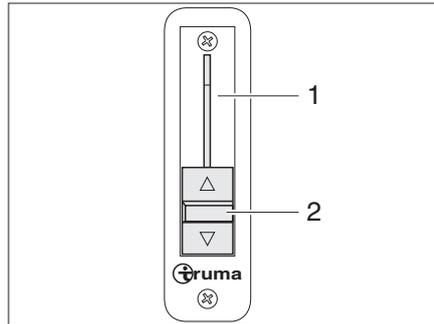

Bild 16 Strangsperr
Der Schieberegler (Bild 16,2) für die Strangsperr (Bild 16,1) befindet sich links außen am Armaturenbrett.
*Strangsperr schließen:* ■ Hebel (Bild 16,2) ganz nach unten schieben. Die Strangsperr ist geschlossen.